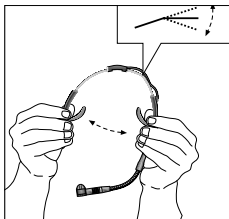

Fig. 8:
4. Se il microfono è sempre troppo allentato, l'archetto dietro la nuca può venir piegato leggermente verso l'interno (vedi fig. 8).